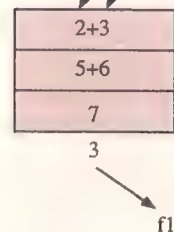

Bild 2. Ist die Pipeline gefüllt, beginnt die kontinuierliche Phase, die pro Takt ein Ergebnis liefert
Der nächste Befehl schiebt die Pipeline um einen Takt weiter und gibt die nächste Addition an. Mit dem dritten Befehl wird eine weitere Berechnung ausgeführt und die Pipeline um einen Takt fortgeschaltet. Nun ist die Pipeline gefüllt und man kommt zur kontinuierlichen Phase. *Bild 2* zeigt ein Beispiel. Hier wird das Ergebnis (3) in das